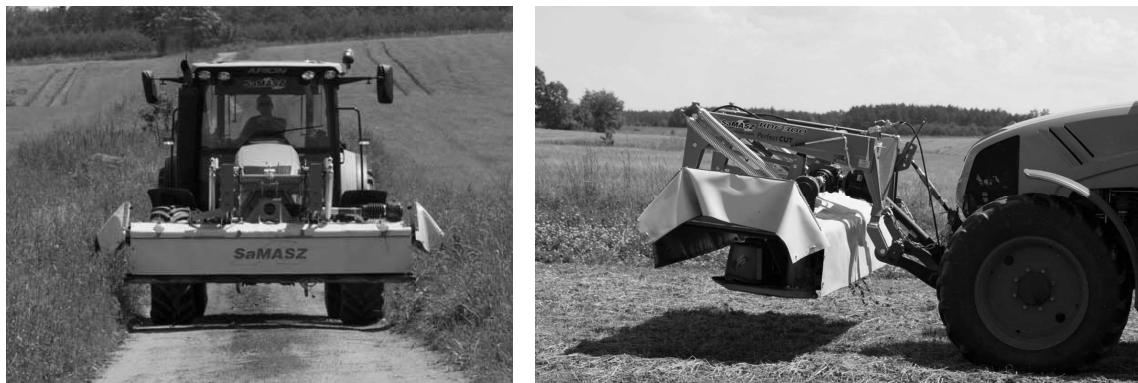

Рис. 13. Транспортное положение косилки
- ❑ Боковые ограждения косилки установить в вертикальное положение (Рис. 13).